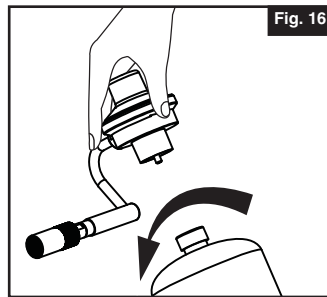

Fig. 16
- Quite el tapón plástico del cilindro de propano y enrosque el cilindro en el regulador apretándolo con la mano. (Fig. 16)